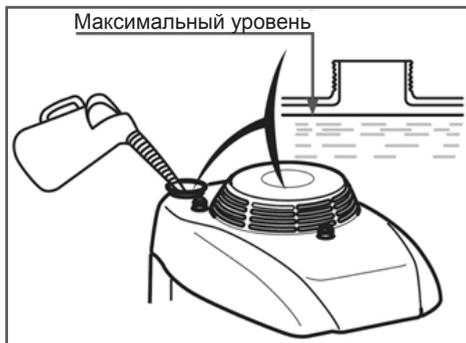

Рис. 6 Максимальный уровень топлива в топливном баке
Максимальный уровень топлива показан на Рис. 6.
2. Открутите крышку-щуп маслозаливной горловины и извлеките щуп (Рис. 6).
При недостаточном уровне масла в картере необходимо долить чистое масло до верхней отметки на щупе (Рис. 6).
3. Залейте бензин в топливный бак при помощи специальной емкости или воронки до уровня, показанного на Рис. 6.